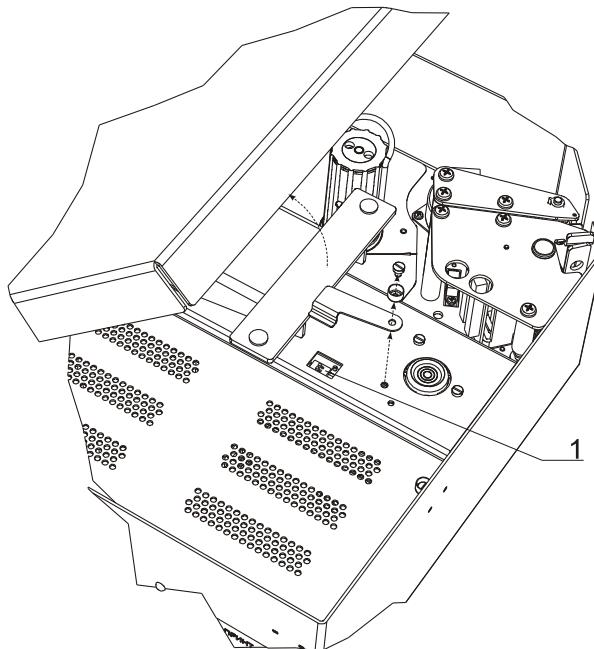

Рисунок 52
Для того, чтобы процедура градуировки была доступной, необходимо включить градуировочный переключатель в положение ON (см. рисунок 52). Если при попытке начать градуировку выводится сообщение "Градуировка невозможна" - проверьте положение градуировочного переключателя. В случае, если в процессе градуировки возникают ошибки, процесс градуировки прерывается и выводится сообщение "Градуировка не выполнена", а также может быть выведен код ошибки, возвращенный блоком датчика. Сообщите полученный код ошибки в техническую поддержку.
3. Удалить пломбу, отвернув винт под пломбой, снять пломбировочную чашку, крышку, перевести градуировочный переключатель **1** в положение ON (см. рисунок 52);
10. Если градуировка весов осуществляется в первый раз (например после первой прошивки нового микроконтроллера или сразу после заводской сборки), то перед началом градуировки весы предложат произвести тест SRAM ((3.6.3) SRAM) и ввод заводского номера весов ((5) Задать з/н весов).
16. Перевести градуировочный переключатель (см. рисунок 52) в состояние, противоположное ON;